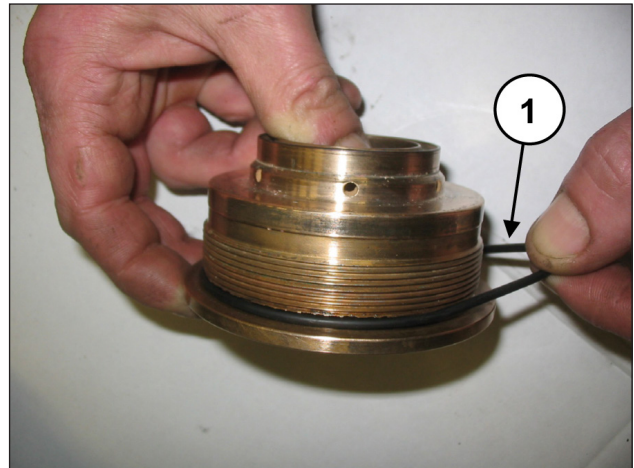

Abb. 153
Setzen Sie den O-Ring des Dichtungshalters in seinen Sitz ein (Pos. ①, Abb. 153).